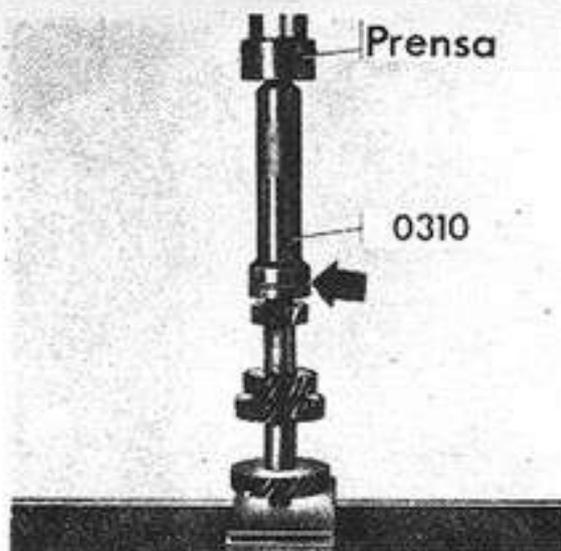

Fig. 24 - Instalación del cojinete posterior
7. Con la prensa y la herramienta N° 0310 colocar en el quíntuple su cojinete posterior, de modo que el surco de la pista exterior del cojinete quede orientada hacia la parte trasera del quíntuple (Fig. 24).